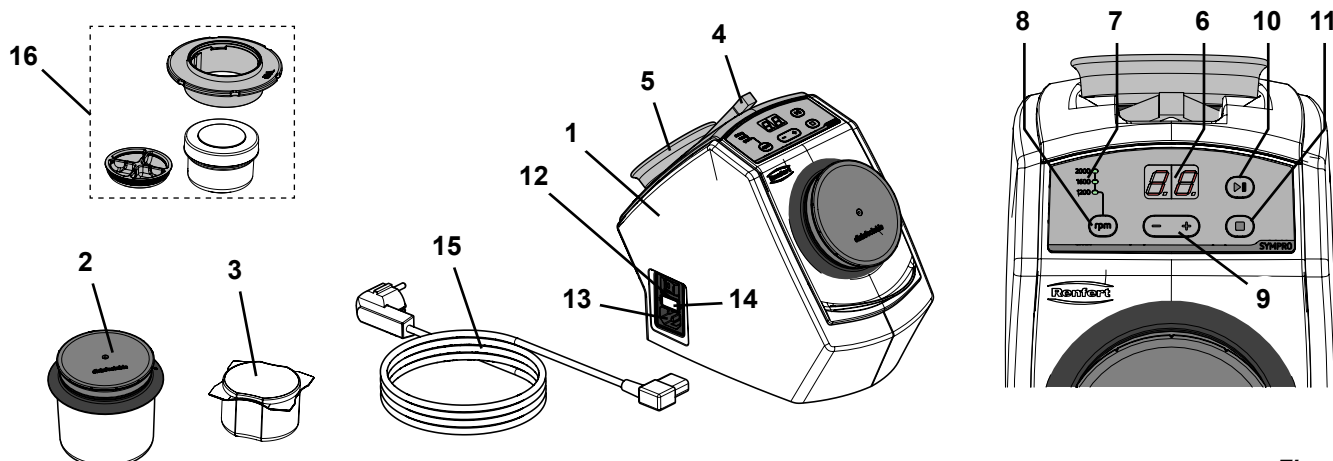

Fig. 1
- ⇒ Mettez en place la pincette cjointe et l'aimant de maintien dans le logement situé au dos de l'appareil (Fig. 1).
- ⇒ Veuillez choisir le câble électrique (15, Fig. 1) correspondant aux prises de courant présentes dans votre pays.
- ⇒ Brancher le câble d'alimentation (13, Fig. 1) sur la prise de raccordement au secteur de l'appareil.
- ⇒ Mettre en marche l'appareil en appuyant sur l'interrupteur (12, Fig. 1).
- ⇒ Verser 75 g d'aiguilles de nettoyage (ce qui correspond à une unité d'emballage) dans le bol de nettoyage (2, Fig. 1).
- ⇒ Verser ~ 5 g d'aiguilles de nettoyage dans le Mini-bol SYMPRO (16, Fig. 1).
- ⇒ Régler le temps de nettoyage avec la touche + / - (9, Fig. 1) (réglage de 0 à 30 min.).
- ⇒ Régler le régime à l'aide de la touche de sélection du régime (8, Fig. 1).
- ♦ L'afficheur de régime (7, Fig. 1) indique le régime sélectionné.